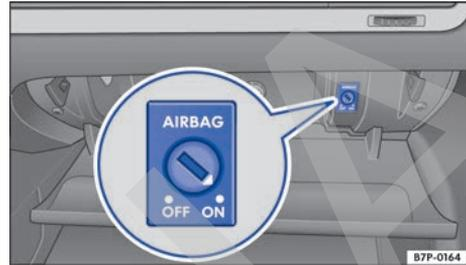

Fig. 50 En la guantera: conmutador de llave para activar y desactivar el airbag frontal del acompañante.
- Introduzca la llave de emergencia en el conmutador de llave situado en la guantera → **fig. 50** hasta el segundo encaсте. Aprox. 3/4 de la llave se encuentran entonces dentro del conmutador → **①**.
- Introduzca la llave de emergencia en el conmutador de llave situado en la guantera → fig. 50 hasta el segundo encastre. Aprox. 3/4 de la llave se encuentran entonces dentro del conmutador → ④.
- Compruebe que, con el encendido conectado, el testigo de control PASSENGER AIR BAG **OFF** ④ de la parte superior de la consola central **no** esté encendido → pág. 69.